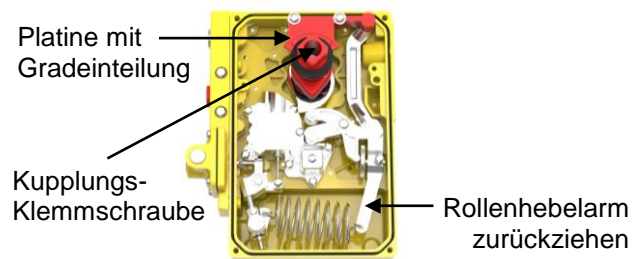

Bild 3
b) Lösen Sie die 4 Gehäuseschrauben und heben Sie den Gehäusedeckel ab, lösen Sie nun die 3 M4-Befestigungsschrauben der Platine mit der Grad-einteilung und lockern Sie die Kupplungsklemmschraube (siehe Bild 3). Anschließend nehmen Sie diese zusammen mit der Wellenkupplung ab.
d) Beachten Sie die Drehrichtung der Kurvenscheibe bei steigendem Signal. Ist die Kurvenscheibe in der richtigen Drehrichtung montiert, ziehen Sie mit der anderen Hand den Rollenhebelarm zurück (siehe Bild 3) zurück und setzen Sie das Kupplungsstück auf den Wellenvierkant des Antriebes. Sollte die Drehrichtung falsch sein, lesen Sie zuerst Absatz 3. Wenn der Antrieb ungefähr in seiner Mittelstellung steht, muss die Kurvenrolle des Rollenhebelarms ungefähr in der Mitte der Kurvenscheibe stehen. Stellen Sie sicher, dass das Kupplungsstück richtig auf dem Wellenvierkant des Antriebes sitzt.
e) Ziehen Sie nun die in der Wellenmitte sitzende Klemmschraube (siehe Bild 3) wieder fest, damit wird die Kurvenrolle auf der Kurvenscheibe zentriert. Befestigen Sie nun wieder die Platine mit der Gradeinteilung mittels der 3 M4- Schrauben.